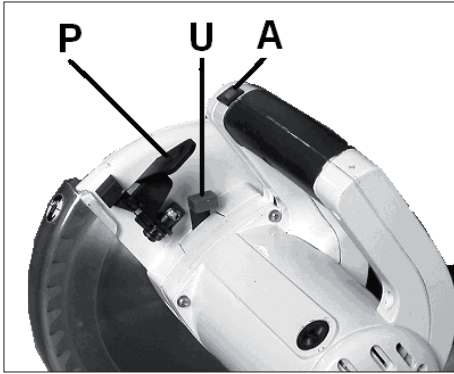

Рис. 3
- Розблокуйте вал пилки за допомогою клавійного блокувального вимикача вала пилки (U, Рис. 3) та звільніть притискний гвинт пиляльного диску, застосовуючи для цього гайковий ключ (Т).